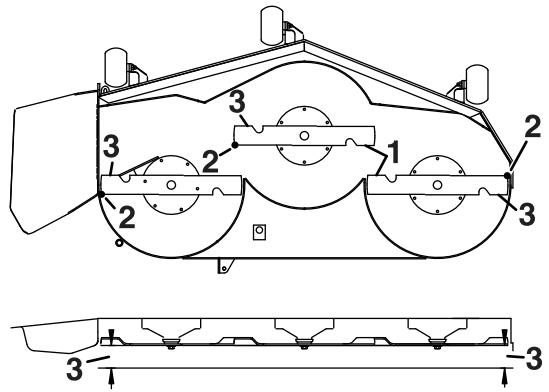

Figura 73
4. Misurate la distanza tra i taglienti esterni e la superficie piatta (Figura 73).